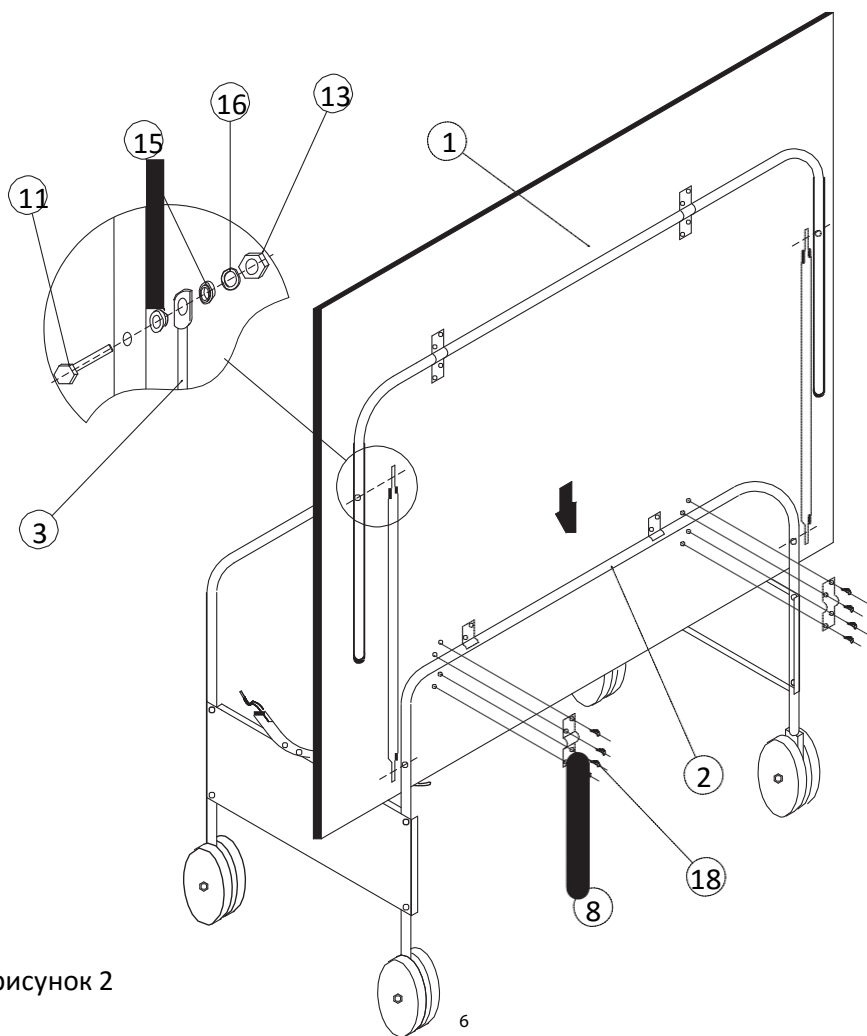

рисунок 2
5.4 Крепление столешниц к тележке (рисунок 2):
- расположив столешницу игровой поверхностью внутрь тележки, поставить ее полускобами на горизонтальную перекладину опоры подвижной (2)
- прикрепить столешницу к горизонтальной перекладине опоры подвижной (2) двумя скобами (8) по намеченным отверстиям саморезами (18)
5.6 Прикрепить все тяги (3) одними концами к ножкам опоры неподвижной, другим – к ножкам опоры подвижной (2) (рисунок 2).